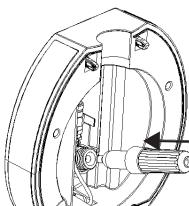

Fig.7
- Inserire una cartuccia nuova da 16 grammi (fig.7).